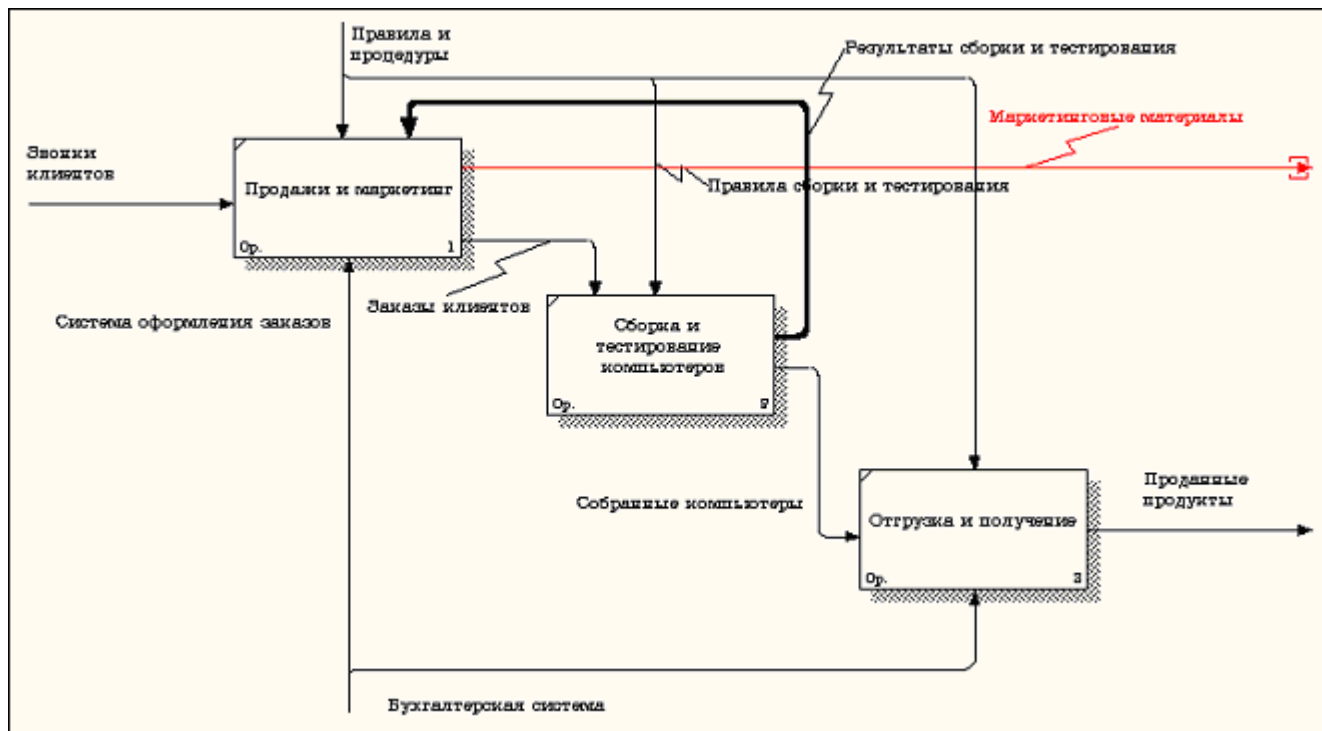

Рисунок 2.11 – Стрелка **Маркетинговые материалы**
- 9 Создайте новую граничную стрелку выхода "**Маркетинговые материалы**", выходящую из работы "**Продажи и маркетинг**". Эта стрелка автоматически не попадает на диаграмму верхнего уровня и имеет квадратные скобки на наконечнике  (рисунок 2.11).